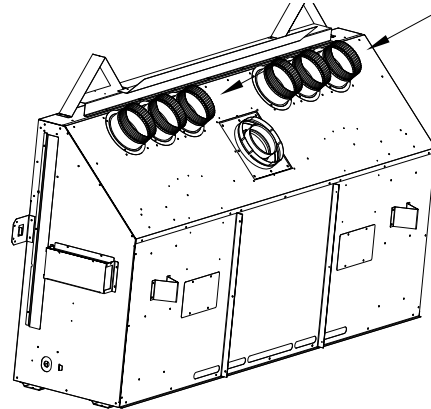

Figure 4.2 - Installation des collets du kit KZK
2. Installez les collets de raccordement fournis avec le kit KZK-1510, tel que montré à la Figure 4.2. Réutilisez les vis à métal retirées à l'étape précédente.